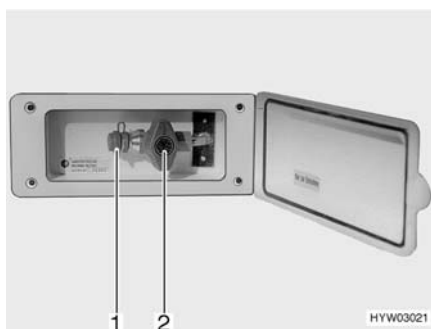

Fig. 76 Presa gas esterna, rubinetto di arresto del gas chiuso
La presa gas esterna (Fig. 76) si trova, a seconda del modello, nella parte posteriore o sul lato destro o sinistro del veicolo.
- Collegare l'apparecchio a gas esterno all'attacco (Fig. 76,1).
- Aprire il rubinetto di arresto del gas (Fig. 76,2).